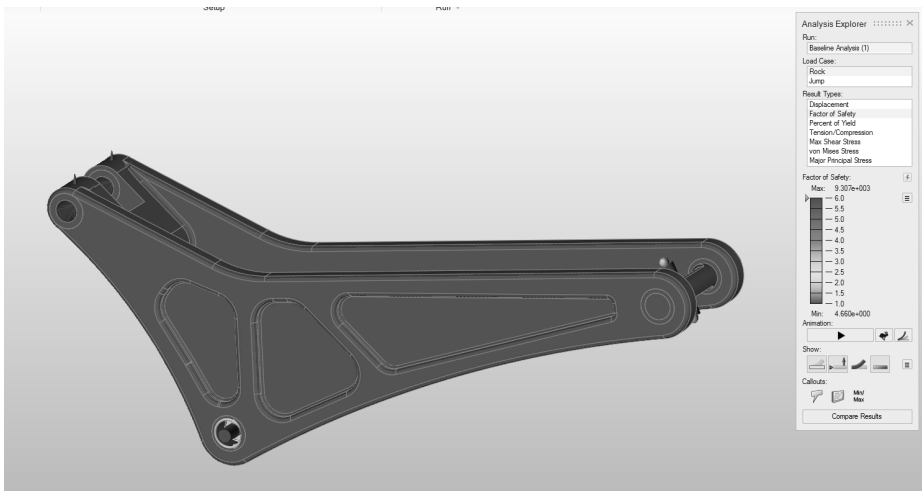

图 8-9
7) 双击运行的名称查看结果，分析结果显示在分析探索器中，如图 8-9 所示。